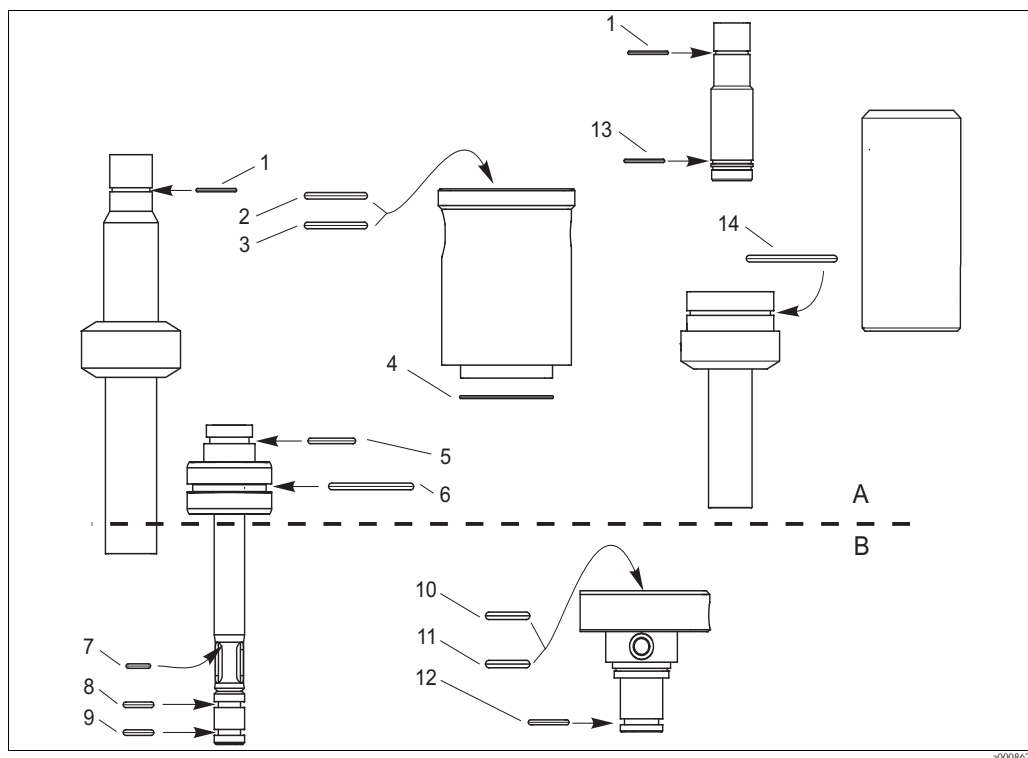

Fig. 22: Position des joints toriques
2. Remplacez les joints toriques montrés dans la Fig. 22.